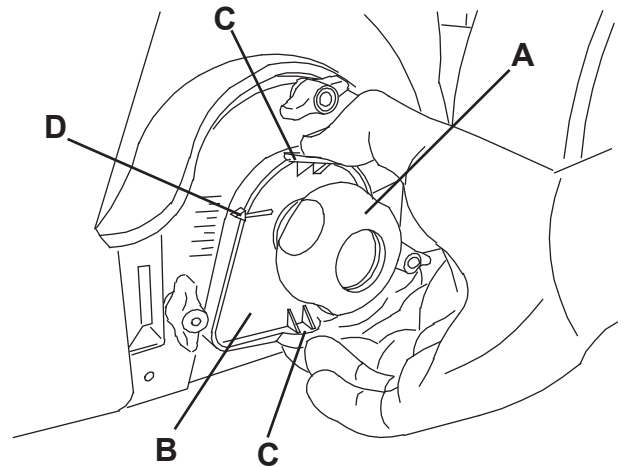

Abbildung 4
2. Hauptschalter (1) auf 0 stellen.
3. Knopf (A, Abb. 4) von beiden Seiten des Geräts lösen.
4. Halterung (B) an den Punkten (C) greifen, nach außen ziehen und zur Einstellung der Hauptkehrwalzenhöhe anheben oder absenken. Übersicht (D) zeigt an, wie weit die Hauptkehrwalze bewegt werden muss. Knopf (A) von beiden Seiten des Geräts eindrehen und festziehen.